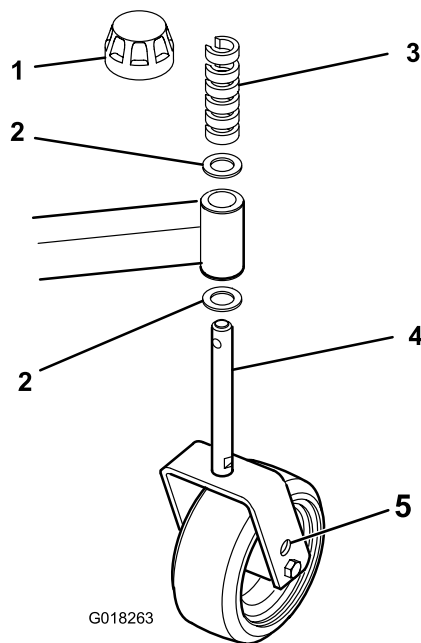

Bild 18
6. Passen Sie die Beilagscheiben an den vorderen oder hinteren Laufradarmen an, um die richtige Mähwerkneigung zu erhalten (Bild 18).